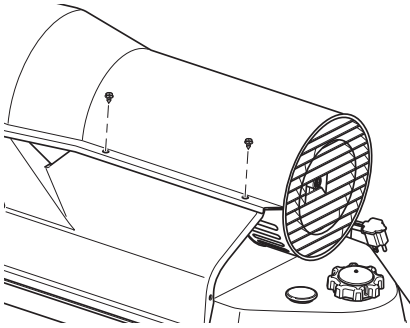

Figure 5 - Enlèvement coquille supérieure
1. Retirez les vis de chaque côté du radiateur à l'aide 5/16" écrou-pilote. Ces vis joindre supérieure et inférieure coquilles. Voir Figure 5.
1. Retirer coque supérieure (voir figure 5).